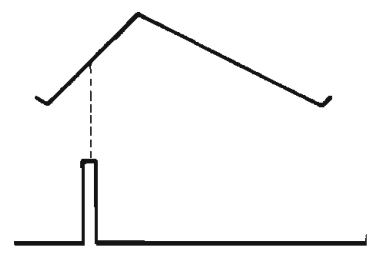

Fig. 19
- Regel R15 zodanig af, dat de impuls precies tijdens het midden van de positieve zaagtandvormige flank valt (fig. 19).